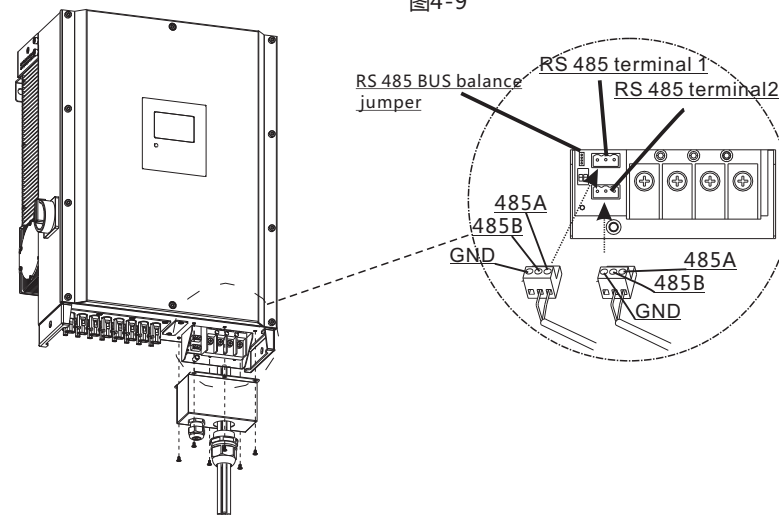

图4-10
- 4) 如图4-10所示, 用螺丝把两个通讯线分别拧到压线端子台RS 485接口1与RS485接口2的 485A与485B, "GND" 孔位暂时不用。